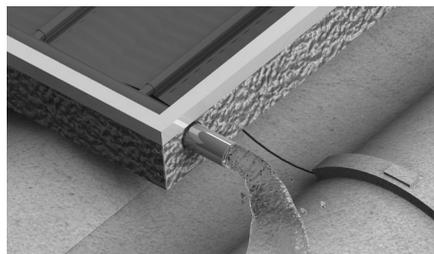

Figura 7 - Drenagem
- 5º Passo:** deixe correr água por alguns minutos (figura 7)